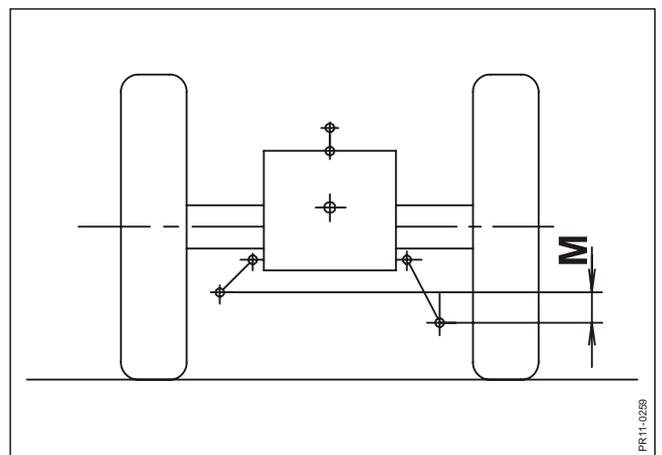

Fig. 2-12
**Fig. 2-12:** Wenn die Maschine nicht mit einem Schwenkarm mit 3 Löchern an der linken Anbaustelle versehen ist, die Unterlenker einstellen. **Den rechten Unterlenker im Verhältnis zum linken einstellen.**